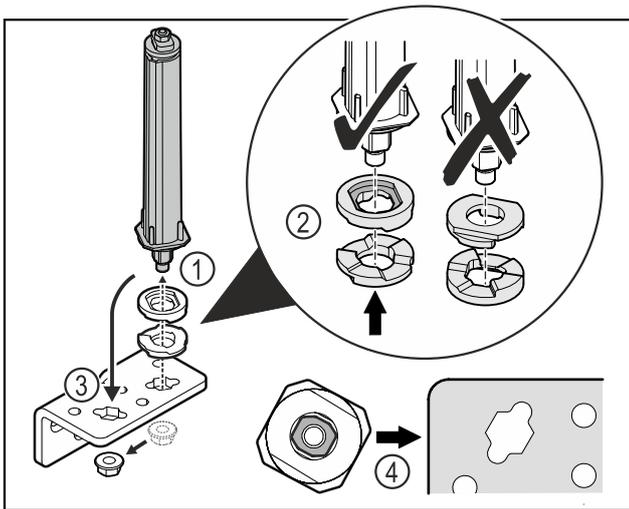

Fig. 27
- ▶ Desserrer l'écrou et retirer le système de fermeture de porte Fig. 27 (1).
- ▶ Veiller à ce que les rondelles de réglage de la hauteur soient correctement orientées Fig. 27 (2).
- ▶ Mettre le système de fermeture de la porte dans l'autre trou de l'équerre de charnière et le fixer avec l'écrou Fig. 27 (3).
- ▶ Lors de la mise en place, veiller à bien orienter le système de fermeture de porte Fig. 27 (4).